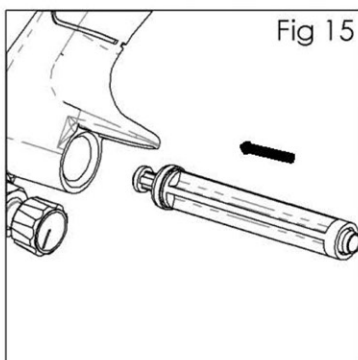

Fig 15
13. Introduisez le siège de soupape (19) dans le corps du pistolet. (Voir fig. 15).